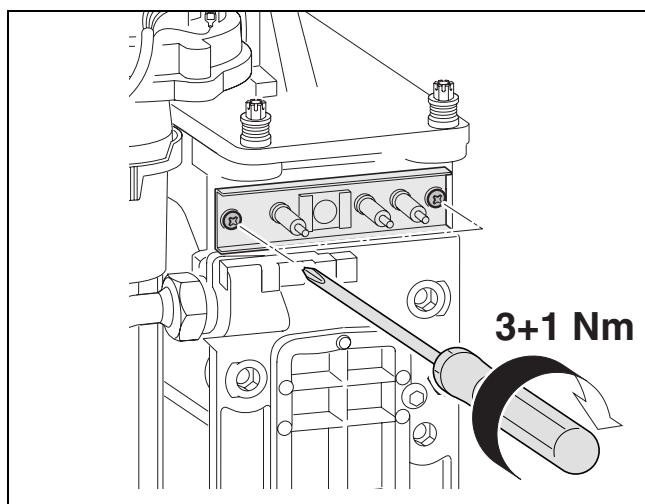
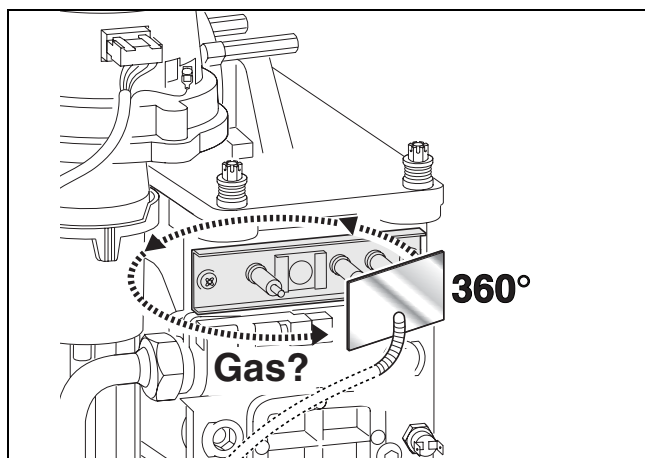

Fig. 56
Fig. 57
- Rimuovere il gruppo di elettrodi (→ pag. 9, pos. 29) con la guarnizione, verificare il grado di usura degli elettrodi ed eventualmente pulirli o sostituirli.
- Rimontare il gruppo di elettrodi (fig. 56) e verificarne la tenuta, come da fig. 57, mediante uno specchio. Se durante questa prova lo specchio dovesse appannarsi, ripetere la fase di montaggio del gruppo elettrodi e la prova di tenuta.